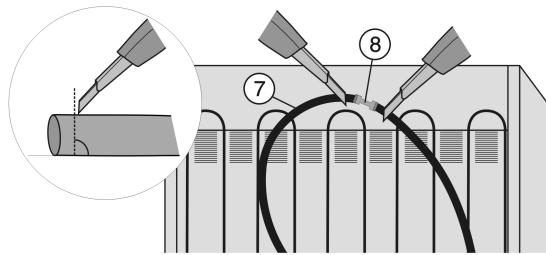

Fig. 36
- ▶ Corte el tubo flexible de agua Fig. 36 (7) en la parte trasera del aparato delante y detrás del empalme Fig. 36 (8) (90° respecto a la dirección del tubo).